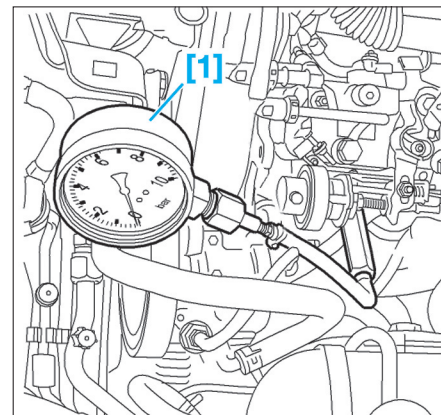

FIG. 18
- [1]. Manomètre (Ref PSA : 1503ZY) (Fig.18).
- Brancher le manomètre avec un adaptateur en lieu et place du manocontact (Fig.18).